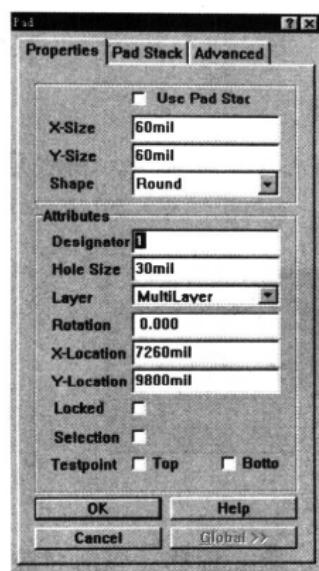
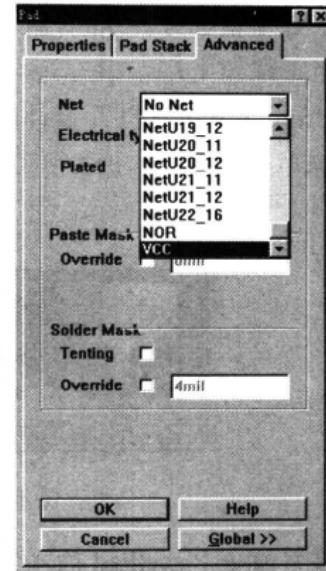

图 10-134 设置焊盘属性
图 10-135 设置焊盘网络属性
- (4) 将鼠标移动到刚放置的焊盘上，双击鼠标左键，或者在执行命令 Place|Pad 后，按下 Tab 键，弹出如图 10-134 所示的 Pad（焊盘）属性对话框，在对话框中可对焊盘的属性进行设置。可设置的内容，包括需要放置焊盘的位置、大小、形状、工作层面和旋转角度等。
- (5) 单击图 10-134 中的 Advanced 标签，打开 Advanced 选项卡，如图 10-135 所示。单击 Net 下拉列表框右边的下拉按钮 ▾，选择 VCC，单击 OK 按钮，将焊盘的网络属性设置为电源 VCC。